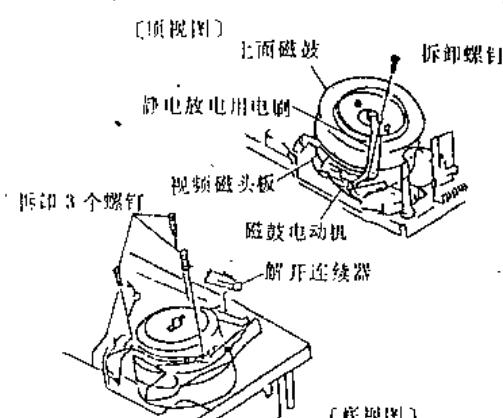

图 1-25
②拆卸 1 个螺钉而释放静电用电刷，见图 1-25。
③拉出前置放大器电路板。